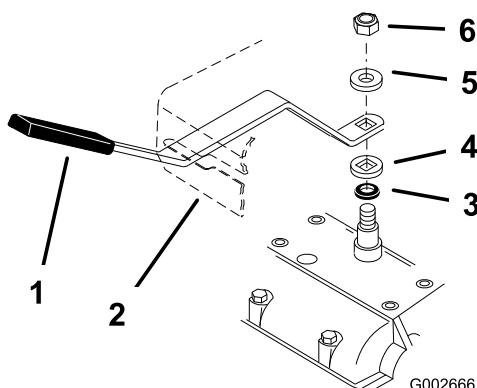

Figura 6
1. Ponga la palanca en segunda velocidad y verifique la alineación de la palanca en la ranura de la chapa de la palanca de cambios. Debe haber la misma holgura por encima y por debajo de la palanca (Figura 6).
2. Si la holgura no es correcta, retire la palanca y dóblela ligeramente para ajustarla (Figura 6).
3. Ponga la palanca en punto muerto y verifique la alineación de la palanca en la ranura de la chapa de la palanca de cambios. Debe haber la misma holgura en ambos lados de la palanca (Figura 6).